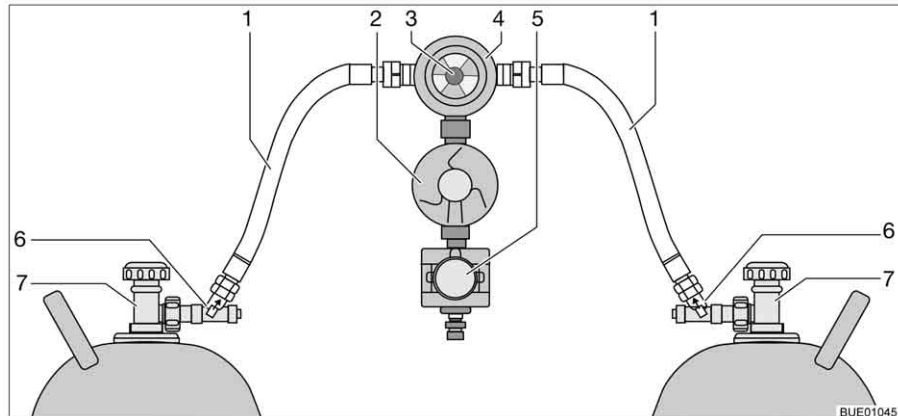

Bild 112 Crash-Protection-Unit-omkopplingsenhet
Crash-Protection-Unit består av två genomflödesbegränsare med manuell frigöring (Bild 112,6), en omkopplingsventil (Bild 112,4) med tryckregulator (Bild 112,2), en elventil (Bild 112,5) och kontrollenheten med trefärgad lysdiod. Omkopplingsventilen är monterad mellan de båda gaslangarna (Bild 112,1).
Med vredet (Bild 112,3) på omkopplingsventilen ställer du in vilken gasflaska som ska användas som driftflaska och vilken som ska användas som reservflaska.
Med kontrollenheten (Bild 113) kan endast de elektriska funktionerna styras. Gasflaskornas huvudavstängningsventiler (Bild 112,7) och frigöringarna (Bild 112,6) måste öppnas för hand.
- Öppna huvudavstängningsventilerna på gasflaskorna (Bild 112,7).
- Tryck in frigöringarna (Bild 112,6) i tio sekunder efter varandra.
- Med vredet (Bild 112,3) på omkopplingsventilen (Bild 112,4) väljs gasflaskan, som ska prioriteras (driftflaska).
- Stäng huvudavstängningsventilerna på gasflaskorna (Bild 112,7).